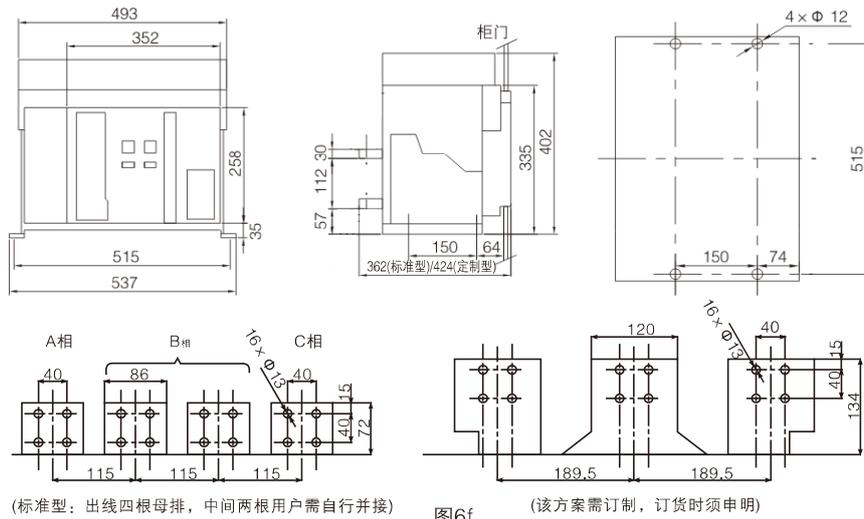

图6f
• CFW45-4000/3P 固定式断路器安装，外形尺寸(见图6f)